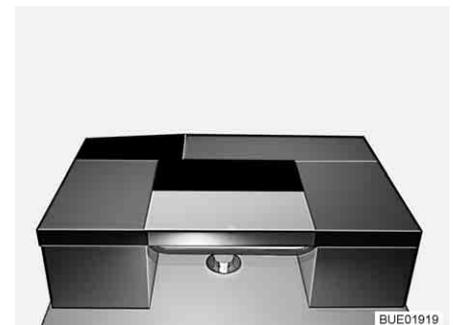

Bild 147 Nach dem Umbau
- Das Zusatzpolster quer auf den Tisch legen (siehe Bild 147).